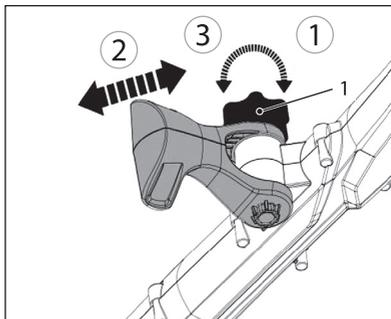

Рис. 11
1. Открутите винт (1) по часовой стрелке (рис. 11), затем поверните дополнительную рукоятку вперед или назад, чтобы отрегулировать угол.